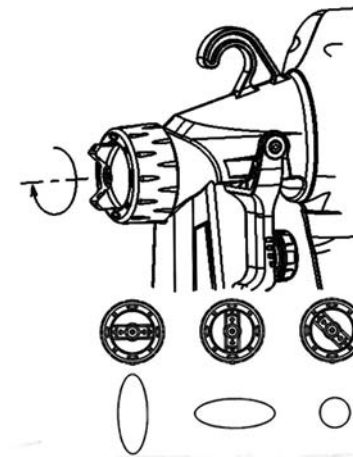

рис. 2
6.3 Факел можно настроить с помощью поворота дюзы (рис. 2) и регулятора расхода распыляемого материала 4 (рис. 1). Поворот винта по часовой стрелке увеличивает количество распыляемого материала, против часовой - уменьшает. Перед началом покраски установите регулятор примерно посередине, затем поворачивайте его в одну или в другую сторону для достижения желаемого результата.